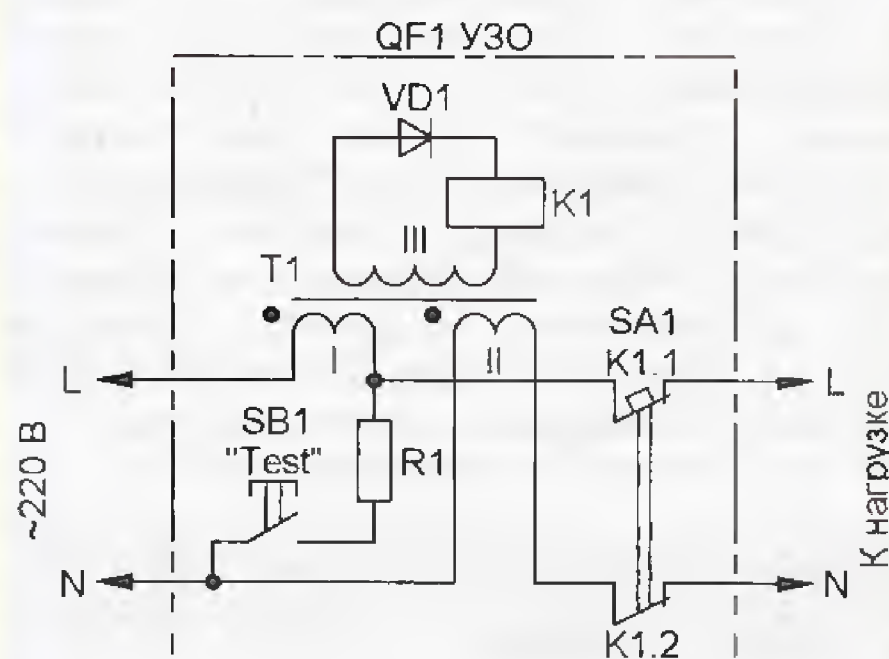

Рис. 1
Устройство защитного отключения (УЗО) выполняет функции защиты человека от поражения электрическим током и электропроводки от возгорания. Упрощённая схема УЗО и подключение к нему нагрузки показаны на рис. 1. Принцип действия УЗО основан на сравнении тока в проводах "фаза" (L) и "ноль" (N). УЗО содержит трансформатор тока T1 с двумя первичными обмотками I и II, одной вто-